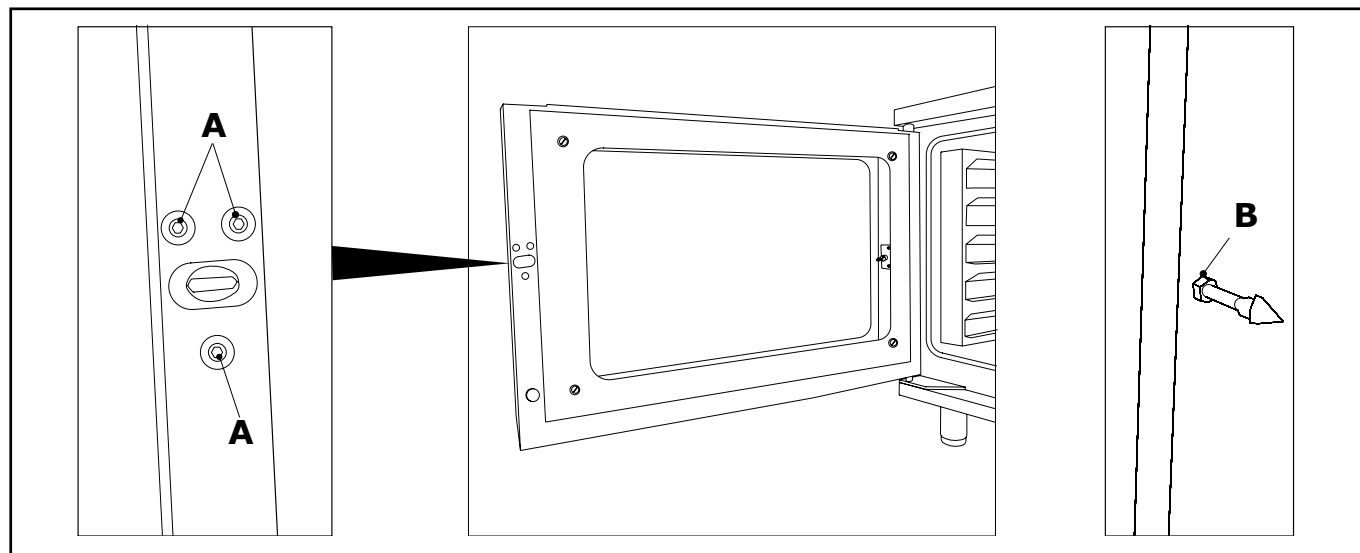

fig. 11
- 2) Desenroscar los tornillos (**A** - fig. 11).
- 4) Si fuera necesario, girar la tuerca (**B** - fig. 11) del gancho en sentido horario o antihorario para regular el cierre correcto de la manilla, teniendo cuidado de orientar correctamente la punta del gancho.